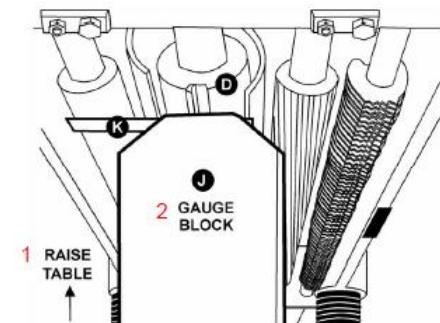

Рис. 26: 1 – подъем стола, 2 – калибр
3. Поставить калибр (**Рис. 26, J**) на стол непосредственно под режущий вал (**Рис. 26, D**). Пользуясь щупом толщиной 0,5 мм (**Рис. 26, K**), помещенным вверху калибра, поднимать рабочий стол до тех пор, пока нож не соприкоснется со щупом при нахождении ножа в самой нижней точке. Больше не перемещать рабочий стол, пока не будет выполнена регулировка отводящего ролика.